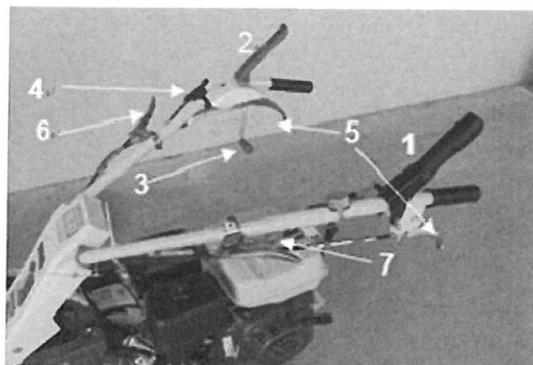

Figure 7
- Augmentez la vitesse du moteur au maximum. Baissez le levier verrouillage (2, Figure 7) relevez ensuite lentement le levier d'embrayage de lame (3, Figure 7). Avancez alors dans l'herbe pour tondre.
- Relâchez le levier de verrouillage (2, Figure 7) et laissez le levier d'embrayage descendre.